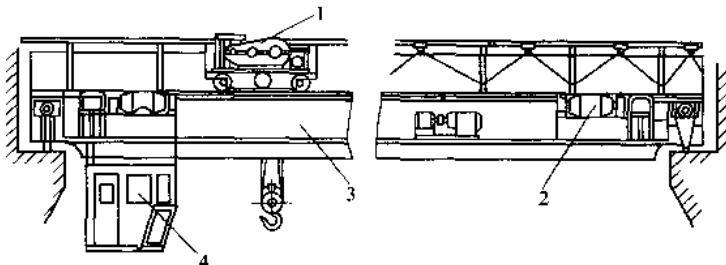

图 1-1 吊钩桥式起重机
(1) 吊钩桥式起重机 吊钩桥式起重机是以吊钩作为取物装置的桥式起重机，如图 1-1 所示，它是由起重小车、桥架运行机构、桥架金属结构和电气控制设备等几部分组成。天车工一般在司机室（电气控制设备包括在内）内操纵。